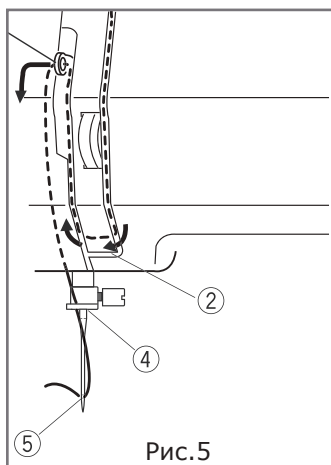

Рис.5
6.3.5 Пропустите нить через ушко подъёмника нити, продев её справа налево (Рис.5).